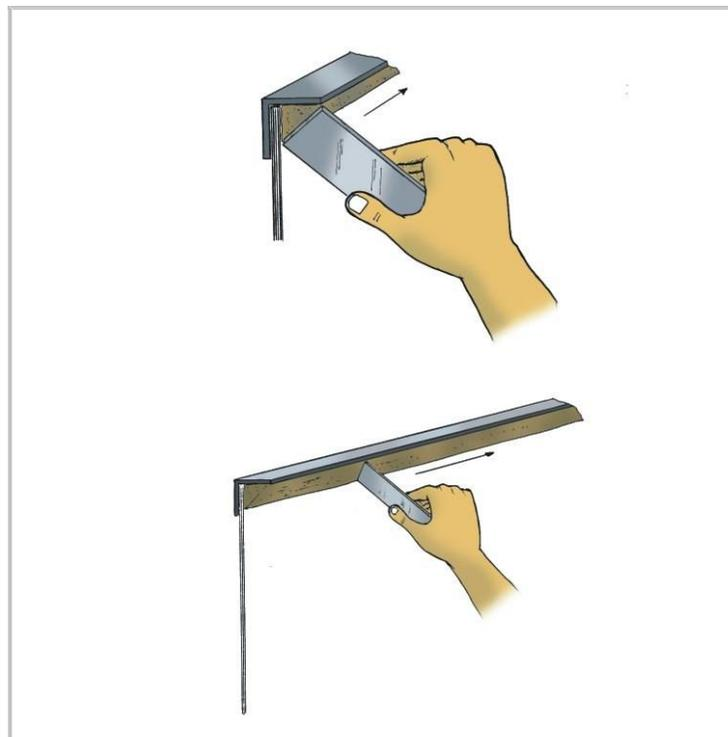

Fig. 4
4. Con un trozo de vidrio, acrílico o metal, darle forma pareja a la masilla en todo el contorno del marco metálico, desplazando el elemento metálico, vidrio o acrílico en forma horizontal según los gráficos adjuntos. Luego limpiar los excesos de masilla y dejar secar aproximadamente un día (Fig. 4).